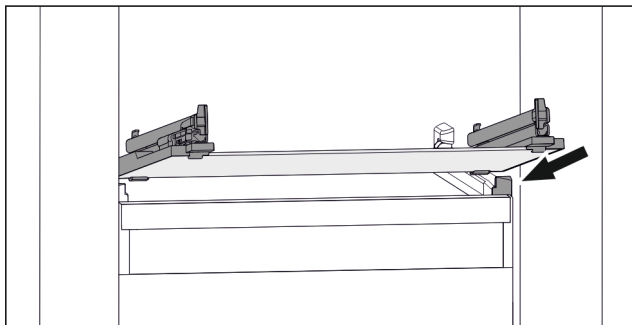

Fig. 98 Eksempel på fremstilling av glassplaten
- ▶ Sett glassplaten på skrå bak stopperne. (se Fig. 98)